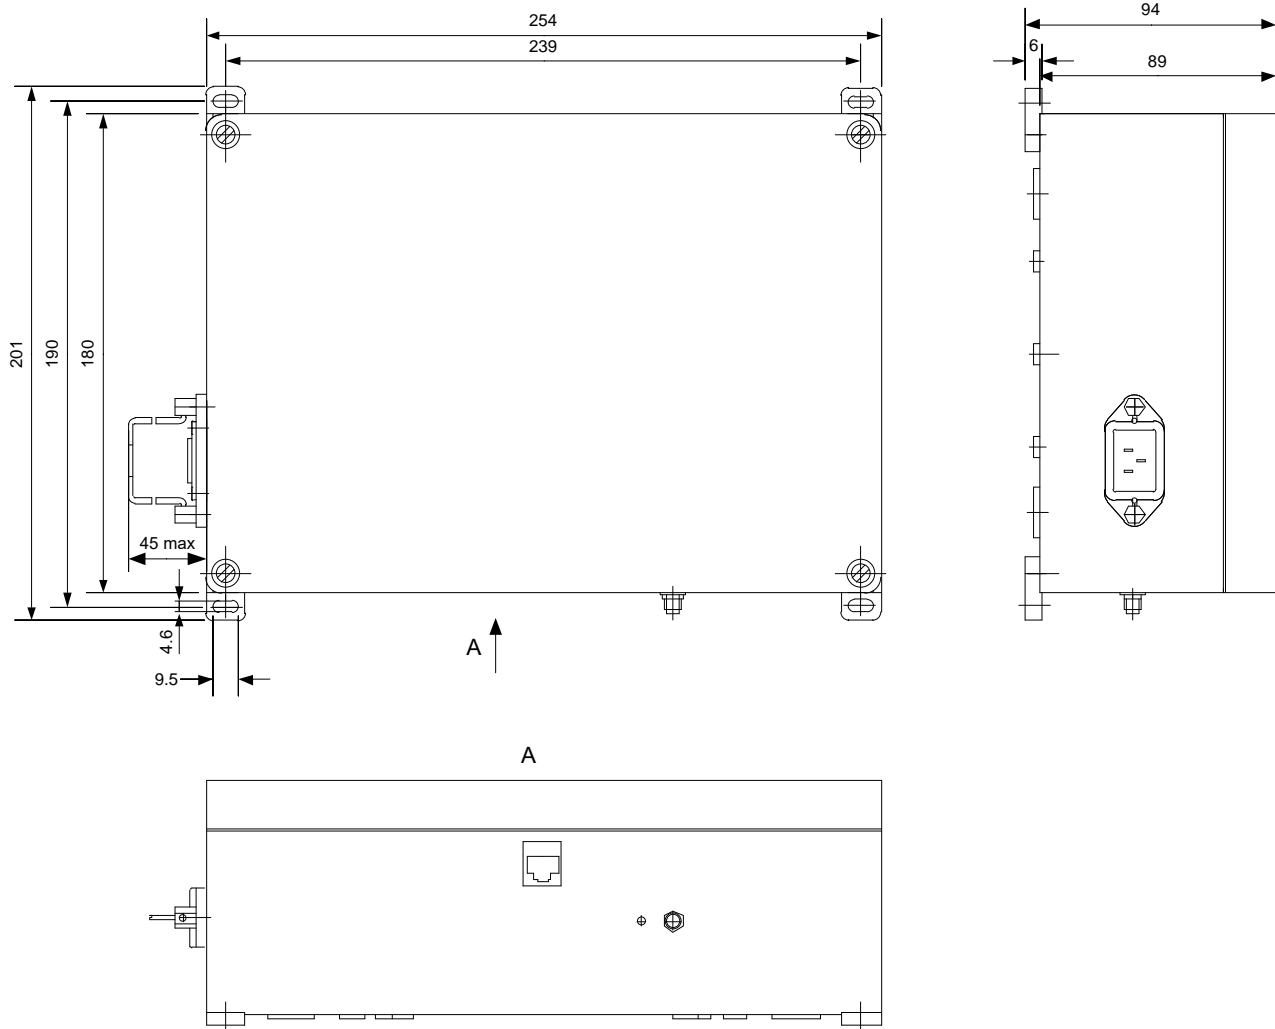

Рис. 4. Установочні та габаритні розміри АЛЬТРА-СЕРВЕРА
9.2. Встановити та закріпити АЛЬТРА-СЕРВЕР. Установочні та габаритні розміри АЛЬТРА-СЕРВЕРА наведені на рис. 4.